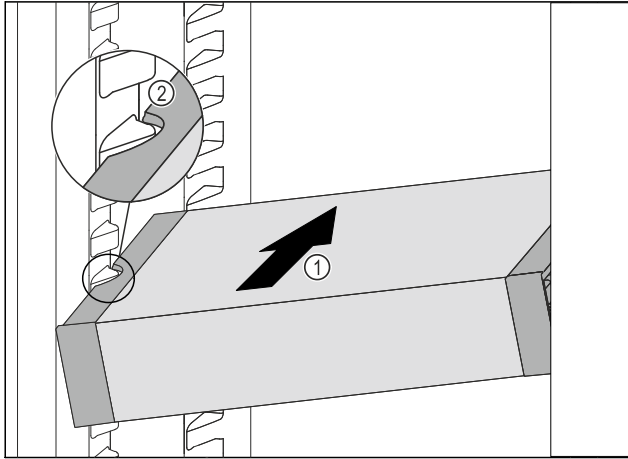

Fig. 69
- ▶ 将 VarioSafe 斜插入冷藏区中 Fig. 69 (1)，直至 VarioSafe 的侧部凹槽 Fig. 69 (2) 与冷藏区中的容器肋梁持平。